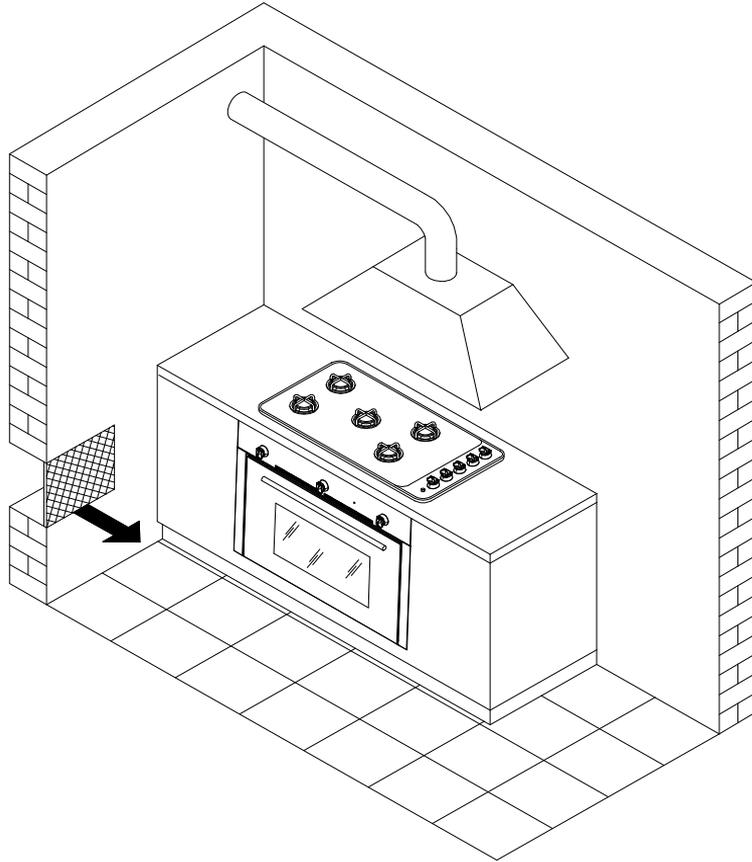

fig. 2
Questo apparecchio può essere installato e funzionare solo in locali permanentemente ventilati secondo le norme in vigore nel vostro paese (fig. 2).
Acest aparat poate fi instalat și poate funcționa numai în încăperi aerisite în permanență în conformitate cu reglementările în vigoare în țara dvs. (fig. 2).
**LOCALE DI INSTALLAZIONE (fig. 2)**
L'installatore deve seguire le norme di sicurezza in vigore nel paese. L'afflusso di aria nel locale deve avvenire direttamente attraverso aperture praticate su pareti esterne (fig.2).
Lo scarico dei prodotti della combustione deve avvenire attraverso cappe collegate a canne fumarie o direttamente all'esterno (fig.2).
**AMPLASAREA (fig. 2)**
Pentru o functionare corecta a cuptorului, incaperea in care acesta este instalat trebuie sa fie suficient de aerisita pentru indepartarea produselor rezultate din combustia gazului. Instalatorul trebuie sa respecte normele de siguranta in vigoare din tara respectiva. Incaperea trebuie aerisita direct prin deschideri in peretii din exterior (fig. 2).
Produsele rezultate din combustie trebuie eliminate cu ajutorul unei hote aspirante conectata la canalul de gaz sau direct in exterior (fig. 2).